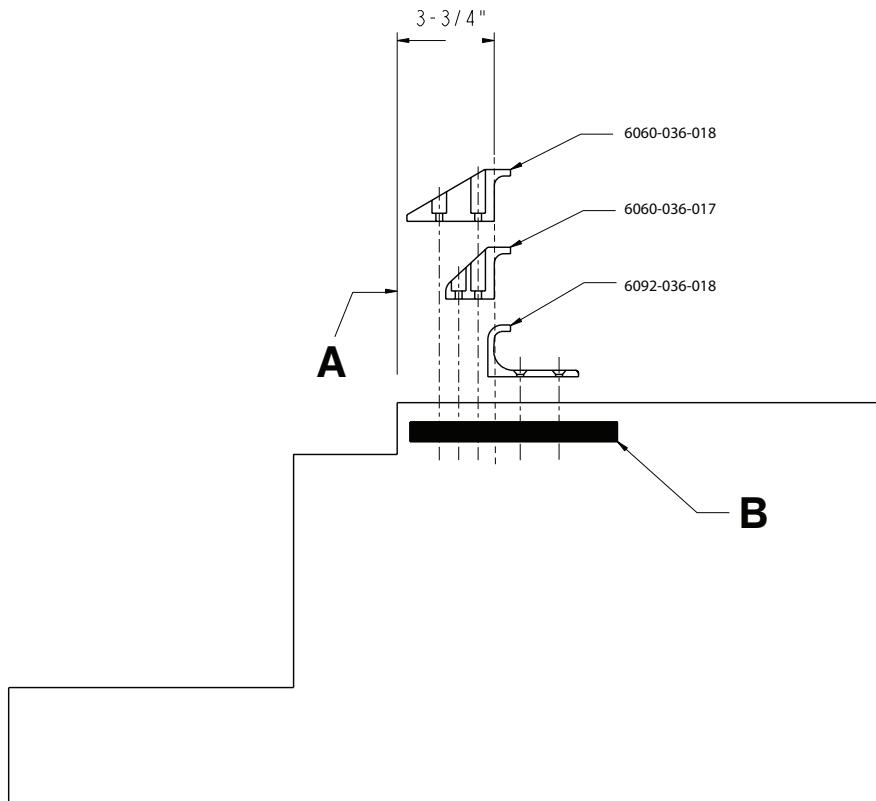

Figura 4 – Colocación del gancho de seguridad del vehículo
2. Sitúe el gancho de seguridad del vehículo al menos a 3-3/4 in (9,5 cm) del borde delantero del umbral de la puerta (A) (Figura 4). La distancia recomendada desde la cara del gancho de seguridad es de al menos 3-3/4 in (9,5 cm).